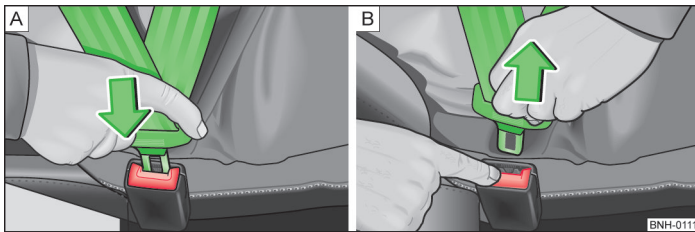

Abb. 116 Sicherheitsgurt anlegen / ablegen
- › Die Schlosszunge in das zum Sitz gehörende Gurtschloss » Abb. 116 - [A] stecken, bis diese hörbar einrastet.
- Die rote Taste im Gurtschloss » Abb. 116 -  drücken, die Schlosszunge springt heraus.